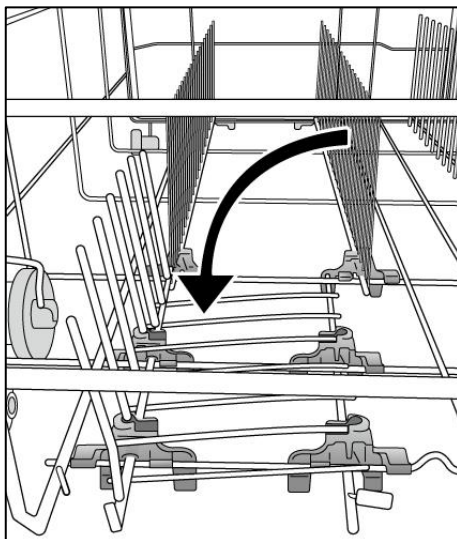

Abb. 6
- Das Schlauchende in dem festen Ablauf befestigen. Der Schlauch darf nicht geknickt werden, damit der Wasserablauf nicht verhindert wird (Abb. 6).
- Es wird empfohlen, einen Siphon zu verwenden (Abb. 6 X). Falls erforderlich kann der Ablaufschlauch bis zu 2,5 m verlängert werden, wobei die Höhe vom Boden mindestens 85 cm betragen muß. Der entsprechende Verlängerungsschlauch ist als Originalzubehör über den Kundendienst erhältlich.
- Das gebogene Schlauchende kann auch am Spülbeckenrand eingehängt werden. Achten Sie darauf, dass der Schlauch nicht im Wasser getaucht wird, um einen Rücklauf des Wassers beim Spülen zu verhindern (Abb. 6 Y).
- Soll das Gerät untergebaut werden, muss der Krümmer des Ablaufschlauches direkt unter der Arbeitsplatte an der höchstmögliche Stelle angebracht werden (Abb. 6 Z).
Senken Sie die vorderen klappbaren Gestelle wie in Abb. 6 gezeigt, um den Besteckkorb richtig zu positionieren und so die maximale Stabilität sicherzustellen.